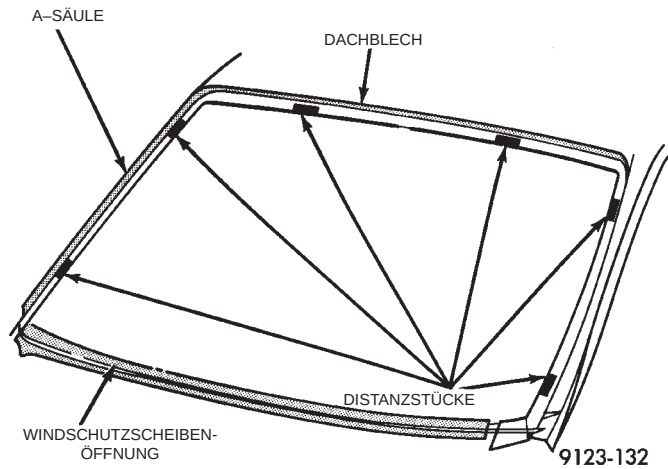
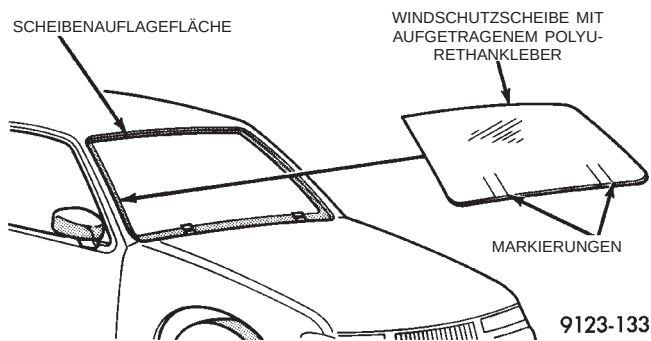

Abb. 4 Komprimierbare Distanzstücke/Polyurethan positionieren—typisch
Abb. 5 Windschutzscheibe in Position absenken
(10) Die Innenseite der Windschutzscheibe mit einem Glasreiniger auf Ammoniakbasis und einem fusselfreien Tuch reinigen.
(11) Zierleiste auf die Windschutzscheibeneinfassung auflegen.
(12) Das vorbereitende Lösungsmittel (Glass Prep) mit einer Breite von 25 mm (1 in.) um den Umfang der Windschutzscheibe herum auftragen und mit einem sauberen, trockenen, fusselfreien Tuch abwischen, bis keine Streifen mehr sichtbar sind.
(13) Glasprimer (Glass Primer) mit einer Breite von 25 mm (1 in.) um den Umfang der Windschutzscheibe herum auftragen und mindestens drei Minuten ablüften lassen.
(14) Mit einem Rasiermesser so viel vom ursprünglichen Polyurethankleber abschneiden wie möglich. Dabei die Lackierung der Auflagefläche der Windschutzscheibe nicht beschädigen.
(15) Den Primer für die Scheibenauflagefläche mit einer Breite von 15 mm (.75 in.) um den Umfang der Windschutzscheibe auftragen. Mindestens drei Minuten ablüften lassen.
(16) Wird ein Polyurethankleber mit niedriger Viskosität verwendet, die komprimierbaren Distanzstücke auf den unteren Rand der Windschutzscheibe am Rand der Windschutzscheibenöffnung anbringen (Abb. 4).
(17) Eine 10 mm (.4 in.) dicke Raupe Urethankleber innen an der Zierblende entlang um den Umfang der Windschutzscheibe herum auftragen.
(18) Mit einem Helfer die Windschutzscheibe über der Windschutzscheibenöffnung positionieren. Die Markierungen am unteren Rand der Windschutzscheibe auf die Distanzstücke ausrichten.
(19) Windschutzscheibe langsam in die Öffnung absenken. Nach Bedarf die Zierblende in die richtige Lage bringen. Dann die Windschutzscheibe nach innen auf die Distanzstücke am Rand andrücken, bis die Zierblende bündig mit dem Dach und den A-Säulen abschließt (Abb. 5).
(20) Überschüssigen Polyurethankleber von außen mit Mopar® Super Kleen oder einem gleichwertigen Reinigungsmittel entfernen.
(21) Klebebandstreifen mit einer Länge von 15 cm (6 in.) und 5 cm (2 in.) Breite im Abstand von 25 cm (10 in.) anbringen, um die Zierleiste in der richtigen Lage zu halten, bis der Polyurethankleber ausgehärtet ist.
(22) Windlaufblech und Scheibenwischer anbauen.
(23) Rückblicksiegel anbauen.
(24) Ist der Kleber ausgehärtet, die Klebebandstreifen abziehen und die Windschutzscheibe mit Hilfe des Wassertests überprüfen, um eine korrekte Instandsetzung sicherzustellen.